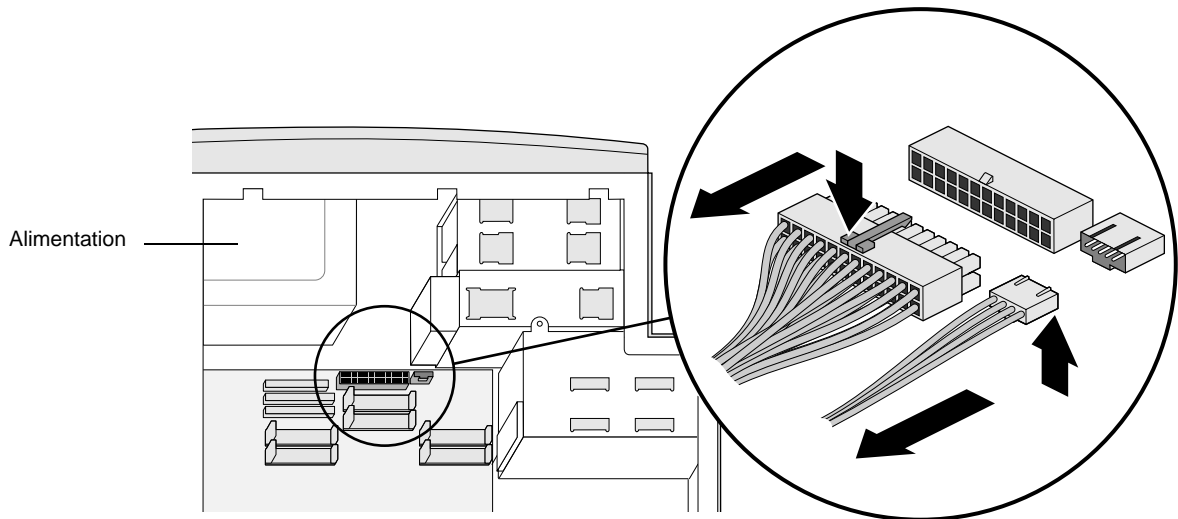

Figure 7-1 Déconnexion des câbles d'alimentation du module du système
- Pour déconnecter le câble de gauche, appuyez sur la languette située sur la partie supérieure du connecteur et retirez ce dernier, comme indiqué à la Figure 7-1.